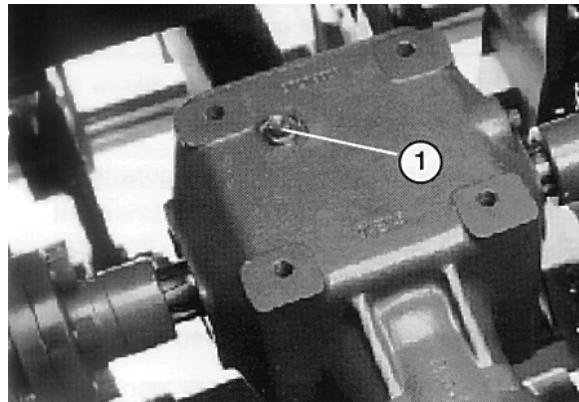

Fig. 1
1. Parkér maskinen på et jævnt, vandret underlag. Tag olie-påfyldningsproppen/målepinden ud af den retvinklede gearkasse (fig. 1).